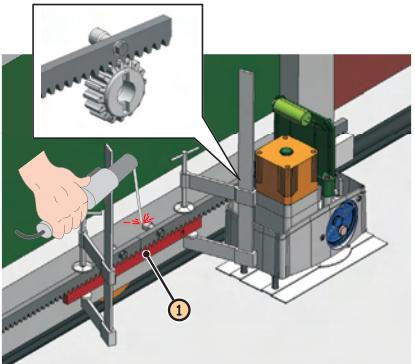

Fig. 14
5. Zet een ander element van de tandheugel naast het vorige, en gebruik daarbij een stuk van de tandheugel om de vertanding van de twee elementen op elkaar af te stemmen, zoals in Fig. 14 ref. ①.
4. Beweeg de poort met de hand, controleer of de tandheugel tegen het tandwiel zit, en herhaal de handelingen vanaf punt ③.
5. Zet een ander element van de tandheugel naast het vorige, en gebruik daarbij een stuk van de tandheugel om de vertanding van de twee elementen op elkaar af te stemmen (Fig. 14 ref. ①).